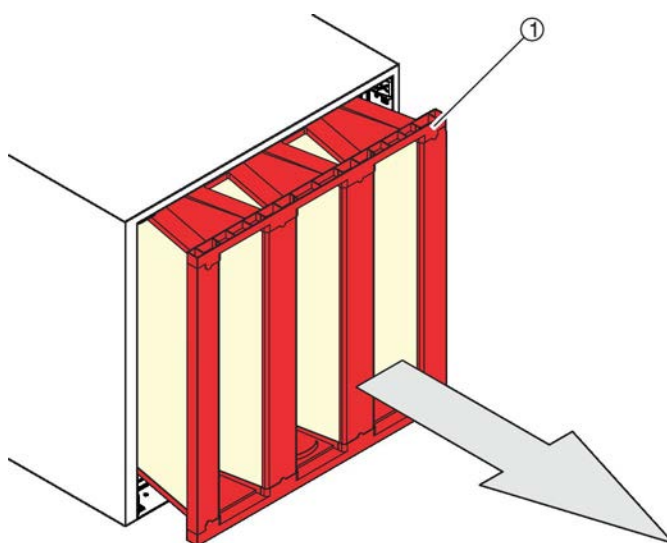

Fig. 25: Retrait de l'élément filtrant
5. ▶ Retirer l'élément filtrant (Voir la Fig. 25/1).